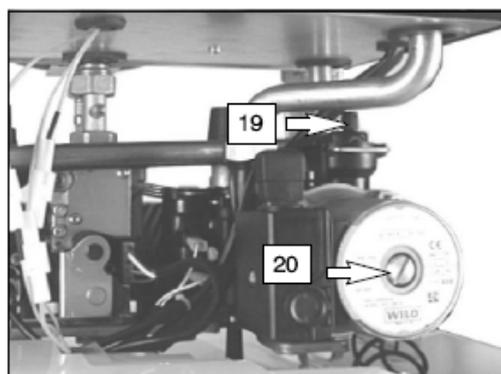

Fig. 6.2
7. Desapertar o tampão da válvula automática da purga 19, fig. 6.2.
11. Retirar o tampão 20 da fig. 6.2. e desbloquear a bomba, girando o rolete com a ajuda de uma chave de fendas. Durante esta operação, purgue a bomba.